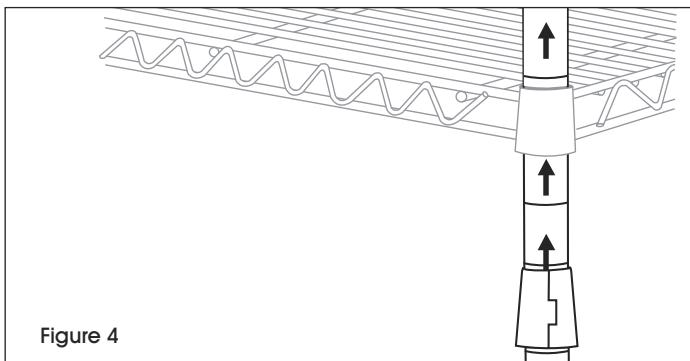

Figure 4
5. Insérez les montants par le dessous de la tablette jusqu'à ce que la tablette repose fermement sur les supports. (Voir Figure 4)